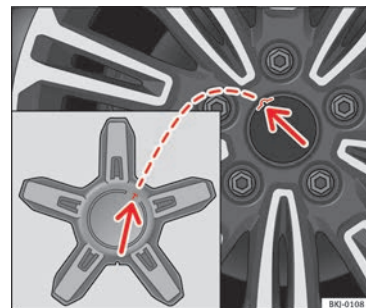

Fig. 78 Montez l'enjoliveur central de roue. »
- Installez l'enjoliveur central de roue sur la jante, de manière à faire coïncider l'extrémité de l'enjoliveur avec le logement sur la jante » fig. 78 (flèches).